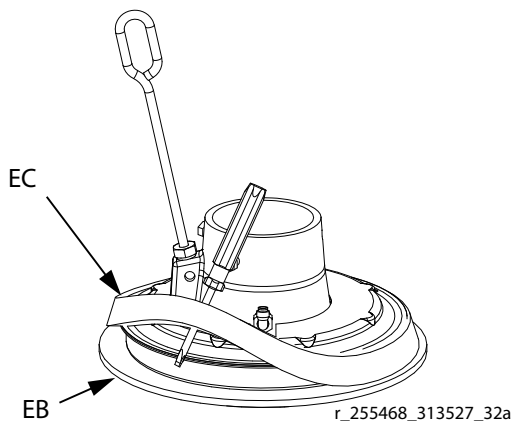

Рис. 18: Установка прокладки
3. *Работая сверху*, с помощью отвертки поместите прокладку (EC) между фланцем и очистителями (EB). См. Рис. 18.